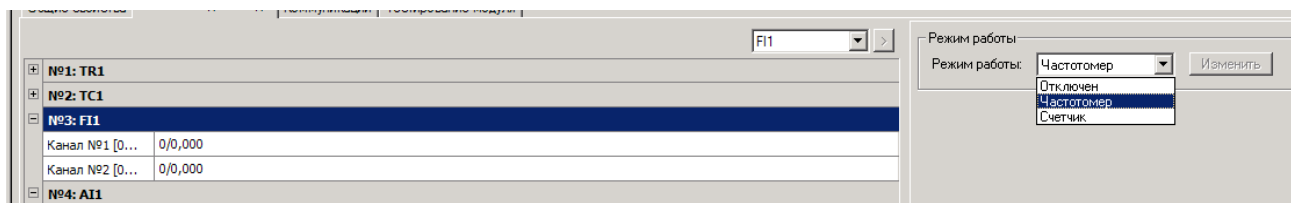

Рисунок 5.14
5.2.9.1 К настройкам ячеек FI1 и FI2 относится выбор режима измерения частоты или счета импульсов в списке **"Режим работы"** (рисунок 5.14).